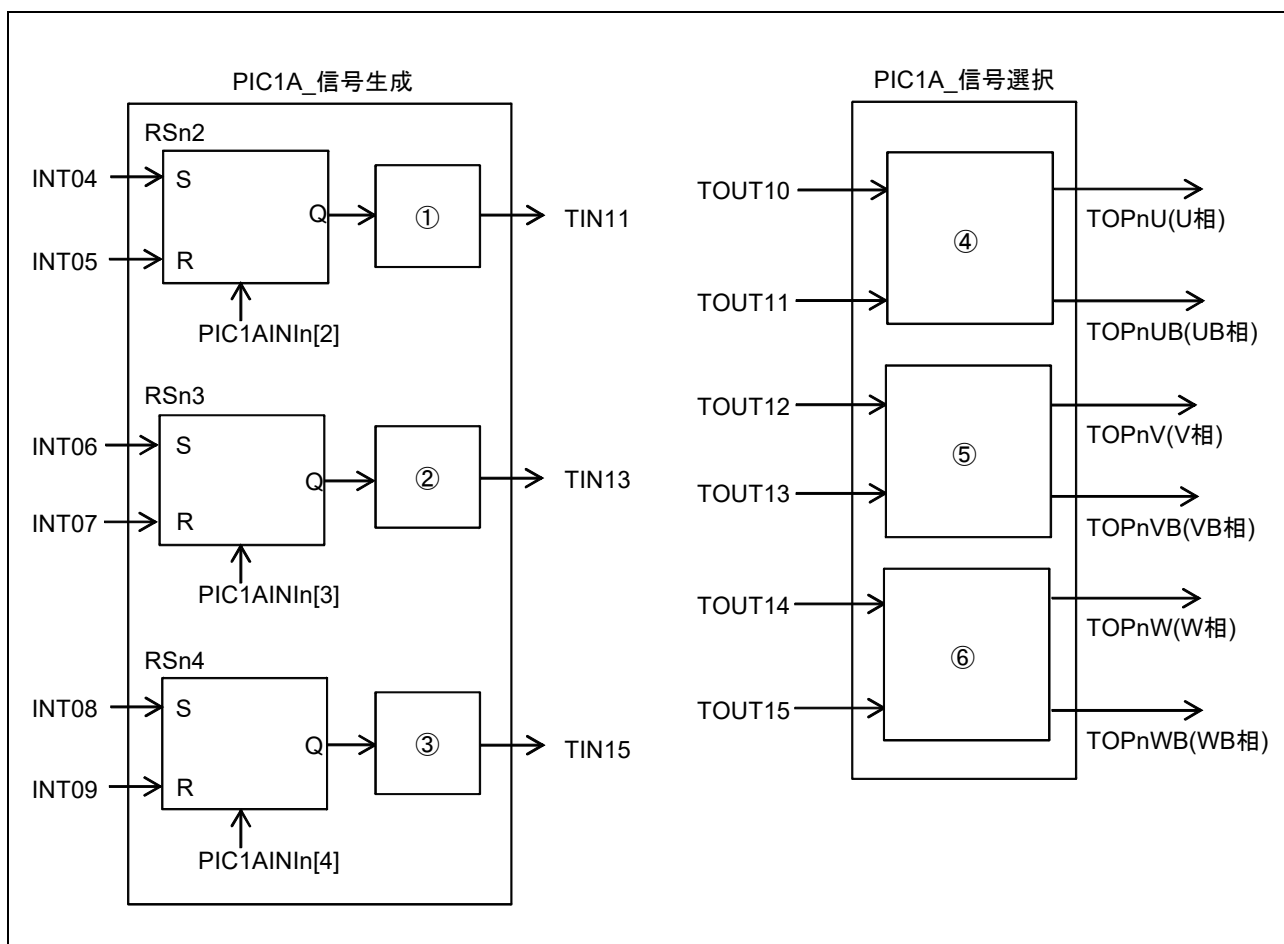

図 23.6 PIC1A ブロック図
RSn2 の出力 Q を TIN11 として出力するための設定値 (図 23.6 ①)
出力 TOUT10, 11 を TOPnU, UB として出力するための設定値 (図 23.6 ④)
RSn3 の出力 Q を TIN13 として出力するための設定値 (図 23.6 ②)
出力 TOUT12, 13 を TOPnV, VB として出力するための設定値 (図 23.6 ⑤)
RSn4 の出力 Q を TIN15 として出力するための設定値 (図 23.6 ③)
出力 TOUT14, 15 を TOPnW, WB として出力するための設定値 (図 23.6 ⑥)